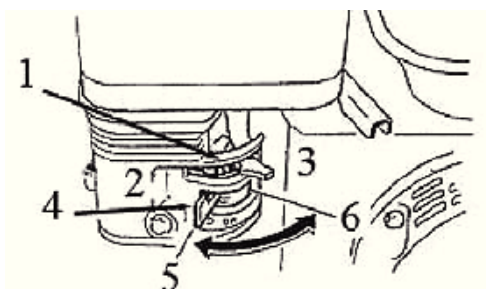

рис.9
10.1 Перед запуском двигателя (см. рис.9):